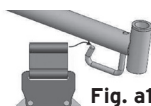

Fig. a1
2. Luați brațele de susținere a pacientului cu rozetele aferente (fig. a); dacă cârligele brațului orizontal nu sunt prevăzute cu partea mamă a cataramei, montați pe cârlige cataramele mamă dotate cu chingă cu fantă, prin fanta prevăzută, conform fig. a1.